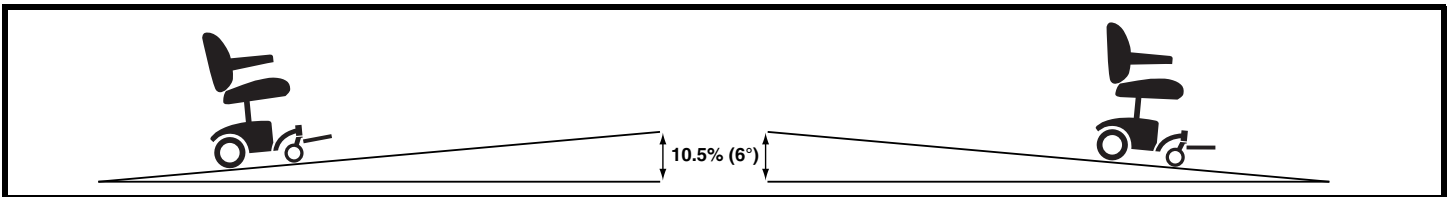

Figure 1. Montée/descente maximale
**MISE EN GARDE! Même si votre fauteuil motorisé possède la puissance pour gravir des pentes plus abruptes que celles illustrées à la figure 1, ne tentez jamais sous aucune considération, de gravir une pente plus abrupte que celles présentées dans ce manuel sous peine de rendre votre fauteuil motorisé instable.**
Pride recommande de ne pas dépasser cette inclinaison de 10.5% (6°) afin de gravir ou descendre les pentes en toute sécurité. Voir la figure 1.